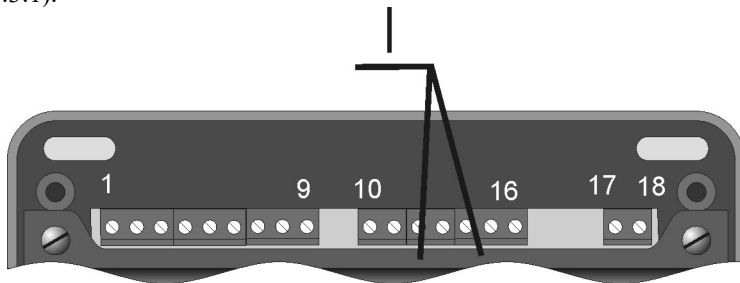

Рисунок 3.3.1.
3.3.1. На оконечных (крайних) устройствах, приборах или БПП, должны быть установлены переключки (джамперы) в позиции I, которые обеспечивают исходное состояние и нагрузку соединительных линий интерфейса RS485 (см. рис. 3.3.1).